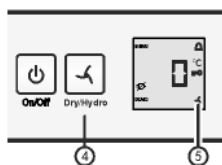

Fig. 3
- Установка настройки «**hydro**»: Нажимать кнопку «dry/hydro» Fig. 3 (4), пока не появится символ . Отпустите кнопку.
- Загорится символ dry/hydro Fig. 3 (5).
- Установка настройки «**dry**»: Нажимать кнопку «dry/hydro» Fig. 3 (4), пока символ  не погаснет. Отпустите кнопку.